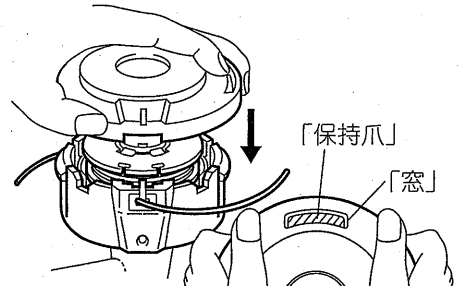

図5.取付
8. カバーをハウジングにしっかり押し込んではめてください。(図5)